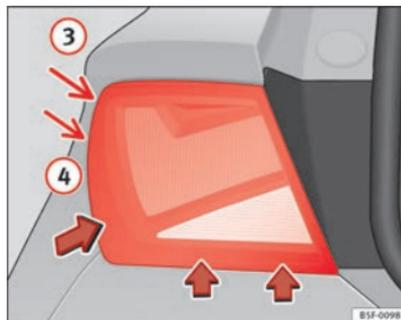

Fig. 193 Dépose du feu arrière sur l'aile
- Basculez le feu dans le sens des flèches jusqu'à ce qu'il quitte son logement (positions ③ et ④) ⇒ fig. 193.